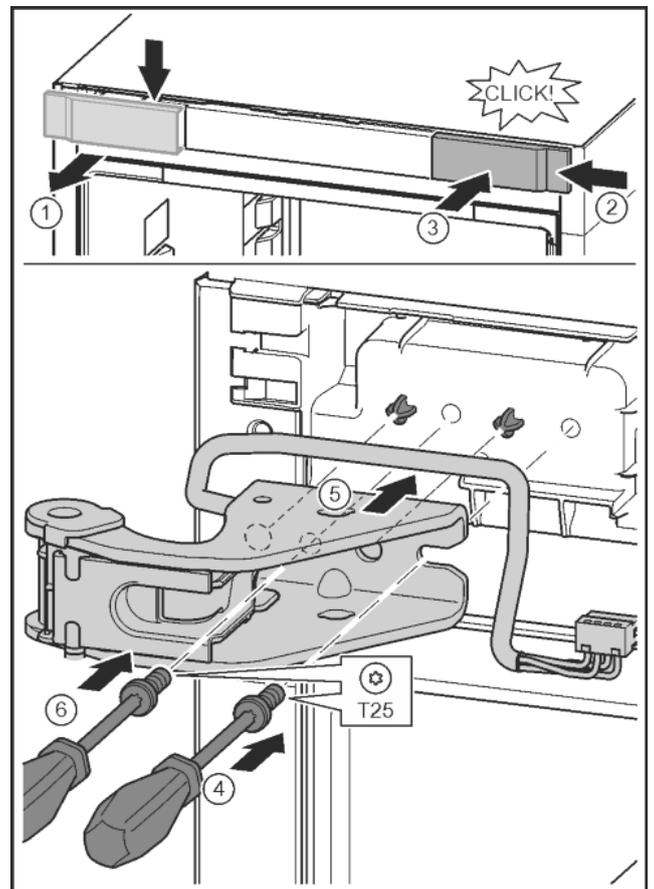

Fig. 29
- ▶ Abdeckung lösen und seitlich abnehmen. Fig. 29 (1)
- ▶ Abdeckung um 180° gedreht auf der anderen Seite von rechts einhängen. Fig. 29 (2)
- ▶ Abdeckung einrasten. *Fig. 29 (3)*
- ▶ Schraube mit Schraubendreher T25 ansetzen. *Fig. 29 (4)*
- ▶ Oberen Lagerbock ansetzen. *Fig. 29 (5)*
- ▶ Schraube festdrehen. *Fig. 29 (4)*
- ▶ Schraube mit Schraubendreher T25 einsetzen und festdrehen. *Fig. 29 (6)*